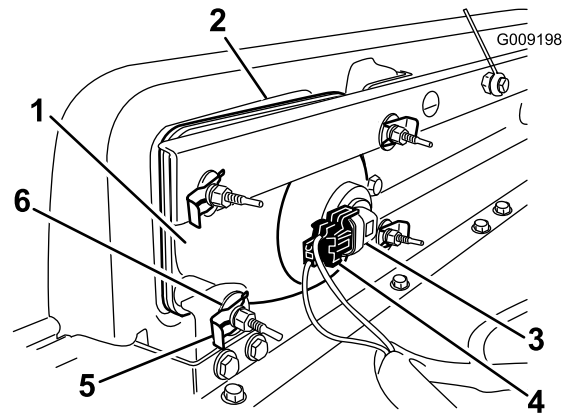

Bild 34
2. Schieben Sie den Scheinwerfer nach vorne durch die Öffnung in der vorderen Stoßstange und entfernen Sie ihn (Bild 34).
3. Setzen Sie den neuen Scheinwerfer durch die Öffnung in der Stoßstange ein (Bild 34). Achten Sie darauf, dass die Ausrichtungsposten mit den Löchern in der Befestigungshalterung in der Stoßstange ausgefluchtet sind.